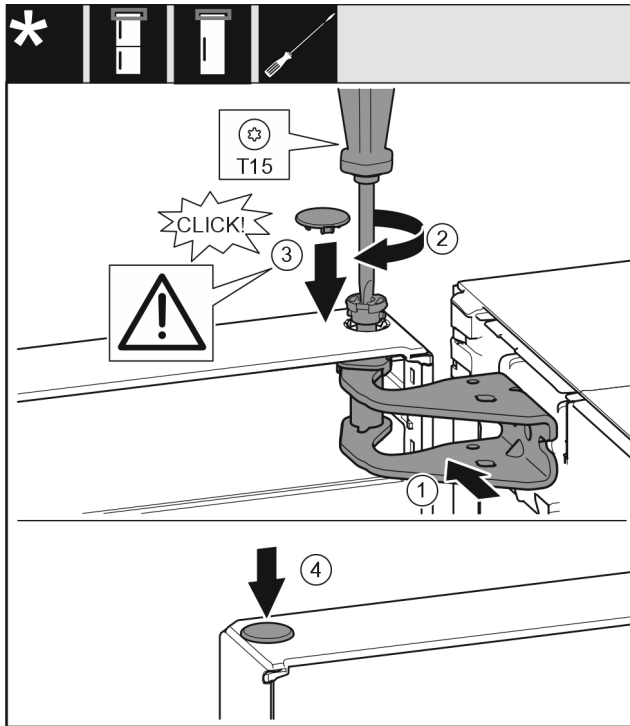

Fig. 20
- ▶ Igazítsa be az ajtót felül a csapágycsavar nyílásához. Fig. 20 (1)
- ▶ Helyezze be a csapot, és húzza meg a T15 csavarhúzóval. Fig. 20 (2)
- ▶ Szerelje fel az ajtót biztosító biztonsági fedelet: Helyezze be a biztonsági fedelet, és ellenőrizze, hogy felfekszik-e az ajtóra. Egyébként teljesen helyezze be a csapszeget. Fig. 20 (3)
- ▶ Helyezze be a dugót. Fig. 20 (4)